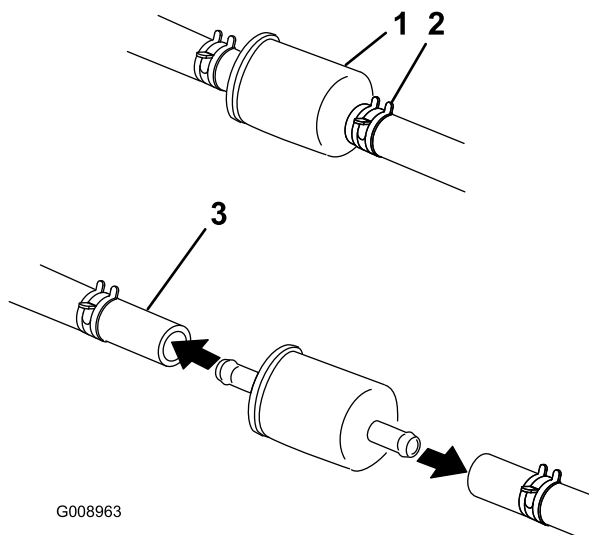

Figura 20
1. Cierre la válvula de cierre de combustible, afloje la abrazadera en el lado del carburador del filtro y retire del filtro el tubo de combustible (Figura 20).